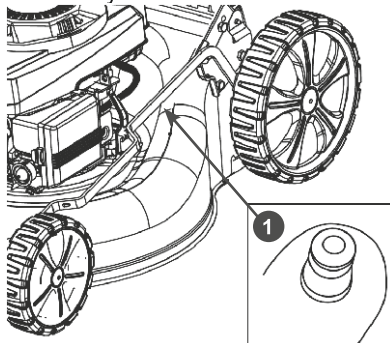

Рис. 23 Расположение коннектора для подключения шланга
6. Установите нож на направляющие адаптера и закрепите его болтом и шайбой, как показано на Рис. 23. Убедитесь, что нож установлен правильно.